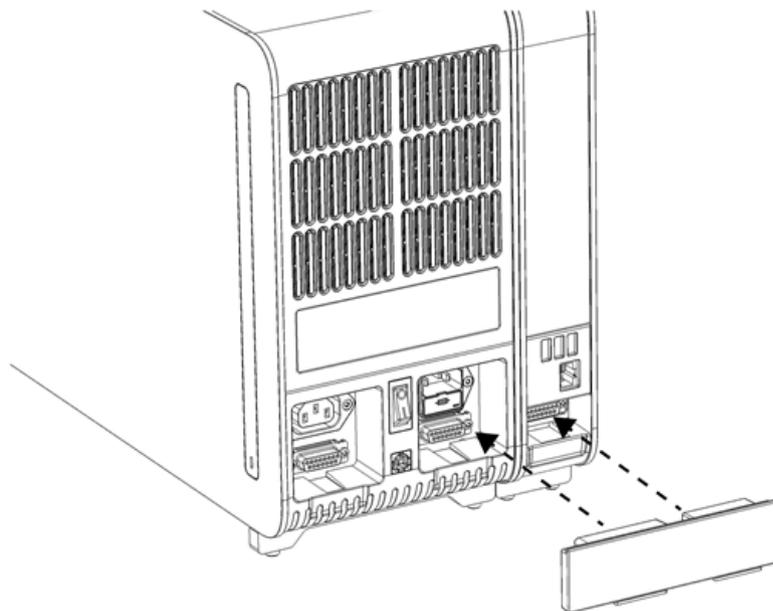

Abbildung 8. Anschließen des Analyse-/Betriebsmodul-Verbindungsstücks.
5. Schließen Sie das Analyse-/Betriebsmodul-Verbindungsstück an der Rückseite des QIAstat-Dx Analyzer 1.0 an, um Betriebs- und Analysemodul miteinander zu verbinden (Abbildung 8).